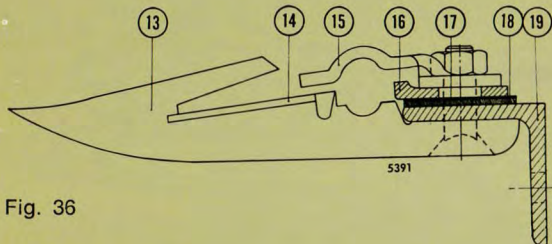
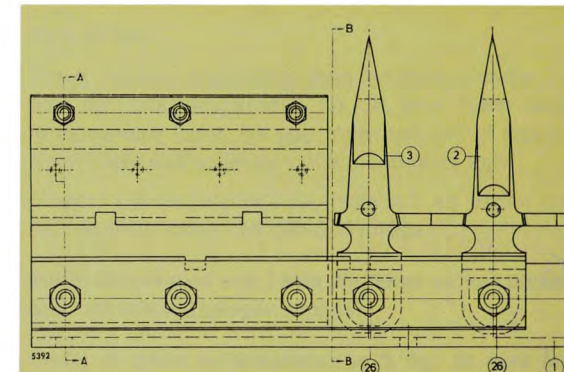
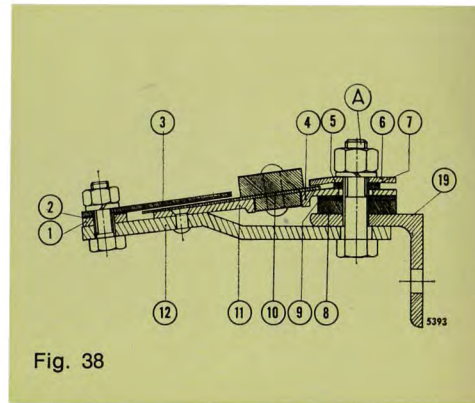

Fig. 36
Fig. 37
Fig. 38
1. Kontrollera att knivbalken 19, fig. 36 är rak och att fingrarna sitter i en rak horisontell linje. Ett finger kan, lämpligast med en stor ringnyckel eller ett rör över spetsen, böjas något uppåt resp. nedåt vid ev. justering.
2. Kontrollera att fingerstålen 14, fig. 36 är oskadade. Knivbladen skär mot fingerstålets kanter, varför stålen skall bytas ut vid deformation. Vid behov byt ut fingret.
På skärapparatens vänstra sida är knivstyrningen, fig. 37 fastsatt med 8 st skruvar, 3 st framför och 5 st bakom kniven. Genom omflyttning av mellanlägg 1 och 8, fig. 38 och utjämningsplåtar 2 och 9, fig. 38 vid de främre och bakre skruvarna kan man få kniven i rätt läge. Kontrollera även, att knivhållarna 15, fig. 36 håller rätt spel till kniven, 0,2 mm.
Genom förskjutning av den bakre slitplåten 4, fig. 38 och knivhuvudstyrningen 12, fig. 38 justeras spelet framåt-bakåt.